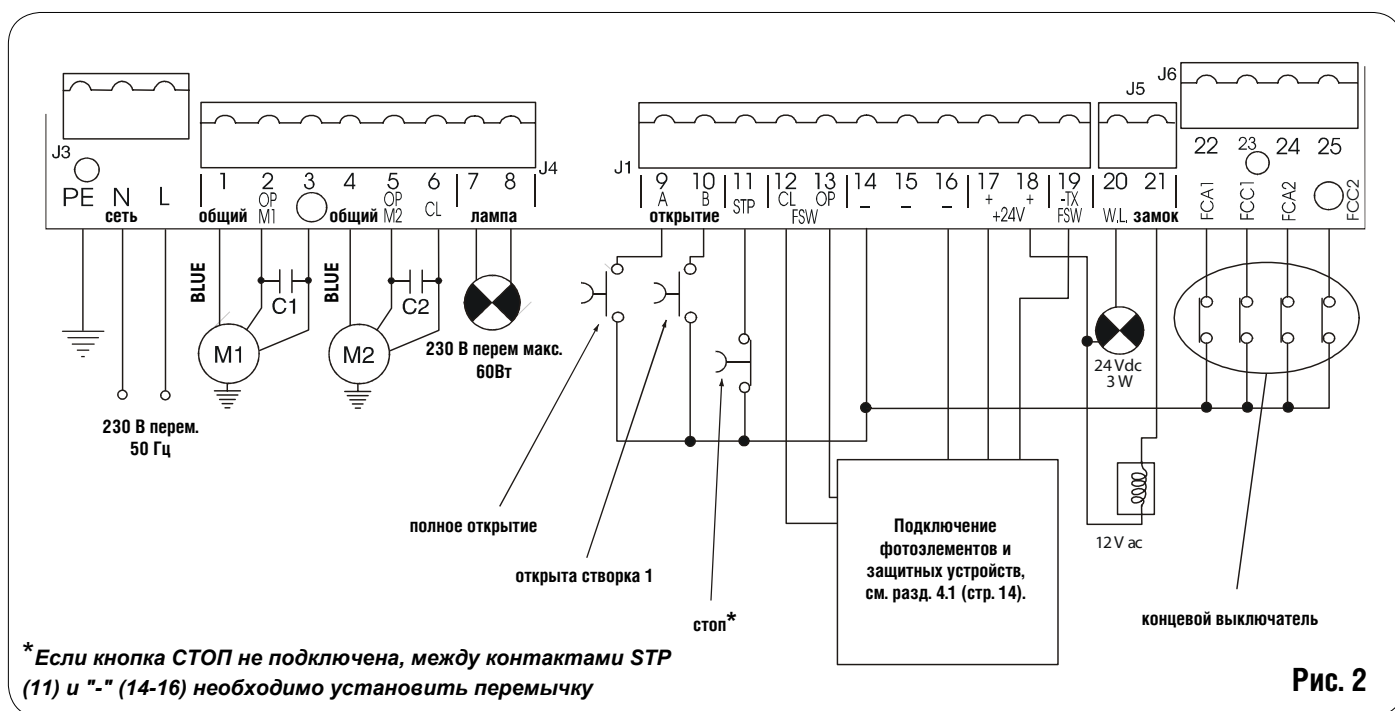

Рис. 2
Подсоедините провод заземления к соответствующей клемме на колодке J3 платы управления (см.рис.2).
4.4. Разъем J1 на блоке управления служит для подключения аксессуаров.(Рис.2)
4.5. Разъем J5 на блоке управления служит для подключения светового индикатора и электронного замка. (Рис.2)